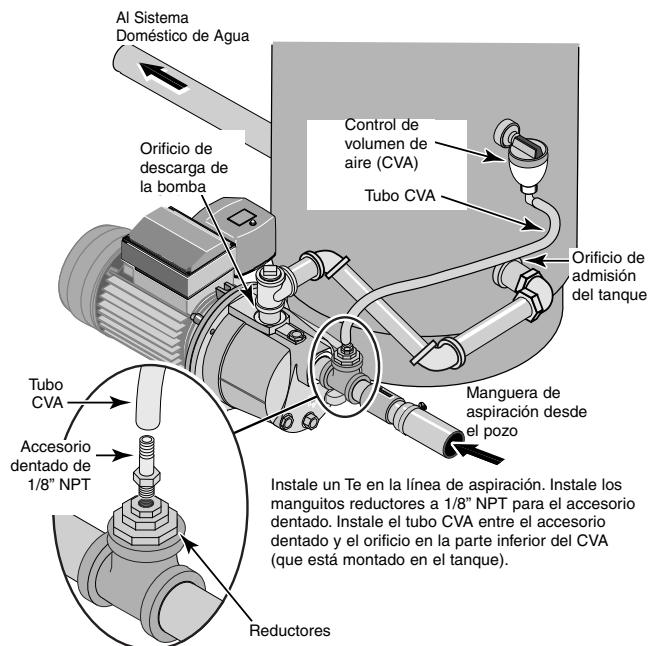

Figura 6: Conexiones para Tanque Estándar
(Figura 6)
- Instale un Te con manguitos reductores en la tubería de aspiración según se ilustra en la Figura 6.